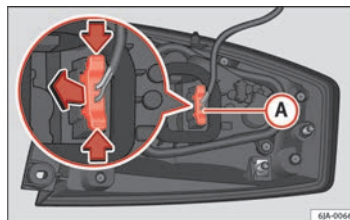

Abb. 157 Leuchtenstecker an der Rückseite der Heckleuchteinheit
- Lösen Sie den Stecker **(A)** ⇒ **Abb. 157** der Leuchte, indem Sie die seitlichen Hebel betätigen (Pfeile) und den Stecker nach außen ziehen.